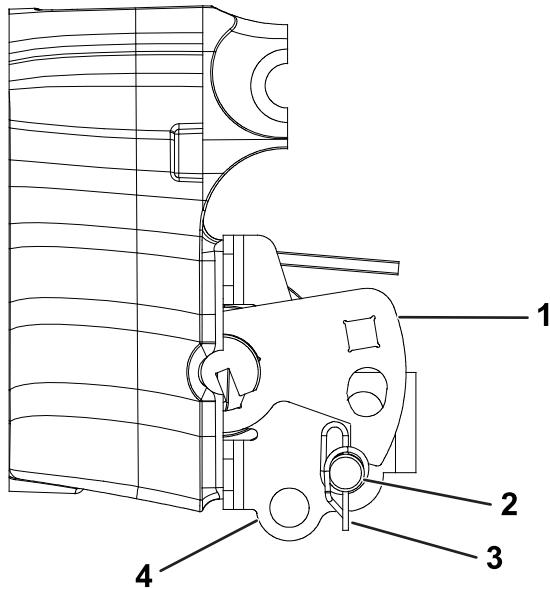

Figura 1
1. Efetue os passos seguintes para eliminar a tensão do conjunto do contrapeso da suspensão. Consulte Figura 1.
13. Utilize o perno de gancho previamente removido para prender o passador de forquilha nos furos intermédios na montagem do contrapeso e por baixo do braço tensor; consulte Figura 1 para obter o local correto do passador de forquilha.
Nota: Para máquinas com cilindro hidráulico, coloque novamente o conjunto do contrapeso na configuração da máquina de cilindro elétrico como se mostra na Figura 1. Esta posição contrapõe-se ao peso adicional do TMD.